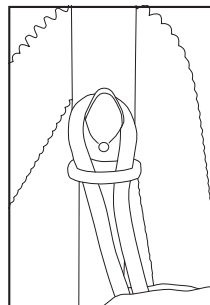

Fig. 4
2. Estire el cable hacia abajo para que no quede holgado (Fig. 4).